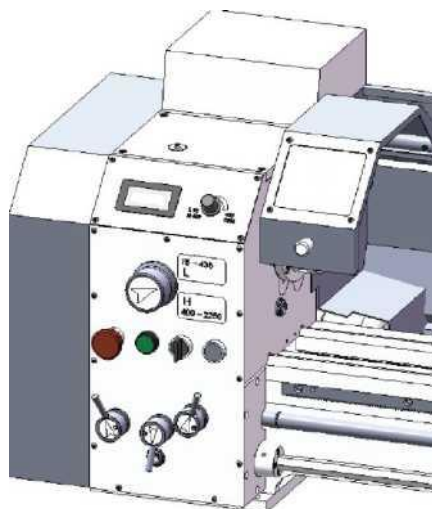

Рис. 22
1. Установите ручку переключателя (А, Рис. 22) для выбора направления подачи и скорости подачи.
2. С помощью таблицы (В, Рис. 22) на токарном станке выберите скорость подачи или шаг резьбы. Отрегулируйте сменную шестерню, если требуемая подача или шаг резьбы не могут быть обеспечены при использовании установленного набора передач.